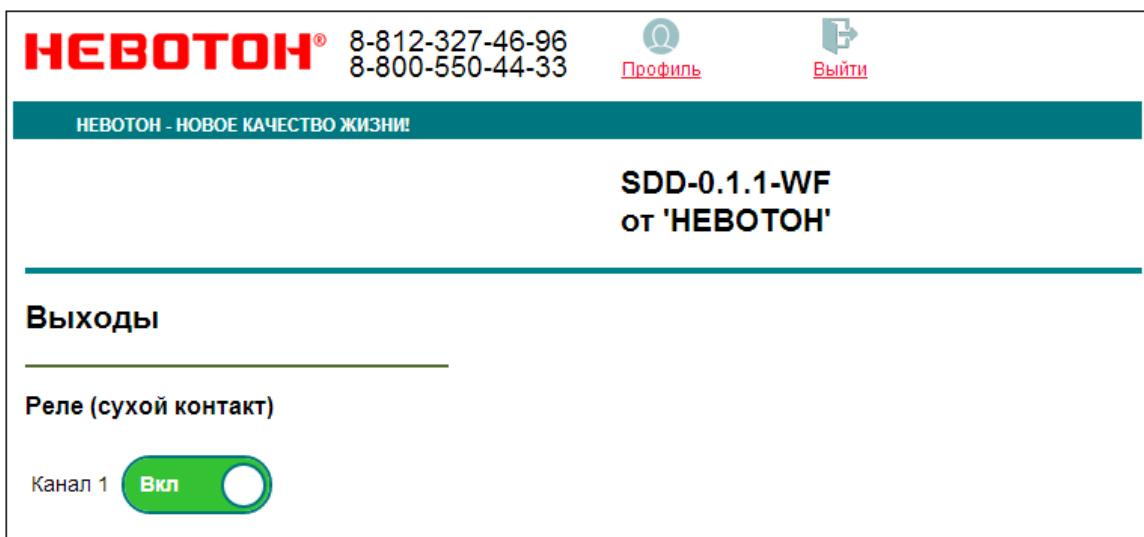

Рисунок 10. Изменение состояния выходного канала в web-интерфейсе Устройства
Параметр «Выходы» отображает текущее состояние выходного релейного канала Устройства. Нажатиями на кнопку КАНАЛ 1 «Выкл.» - «Вкл.» пользователь управляет подключенным внешним коммутируемым оборудованием. При нажатии на кнопку КАНАЛ 1 «Выкл.» - «Вкл.» произойдет переключение контактов реле, и соответственно, изменение состояния внешнего коммутируемого оборудования. При этом, в web-интерфейсе управления Устройством кнопка КАНАЛ 1 «Выкл.» - «Вкл.» изменит свое состояние (рис. 10). Также, при срабатывании реле появится индикация светодиода «Out» (5).